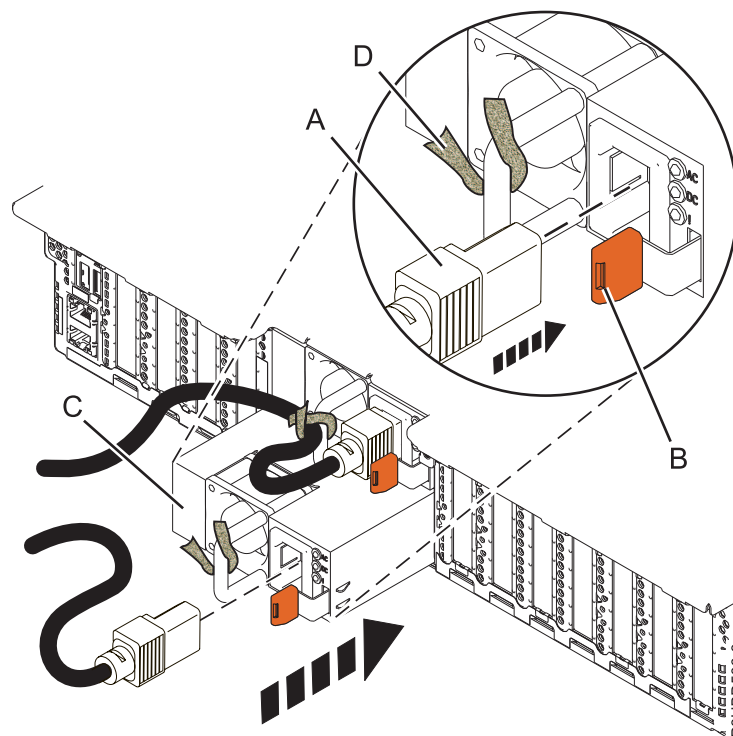

Figura 11. Substituir uma fonte de alimentação no sistema
3. Alinhe a fonte de alimentação (C) com o compartimento e faça deslizar a fonte de alimentação para o sistema até o trinco de cor terracota (B) fique fixado, tal como é demonstrado em Figura 11 na página 15.
4. Ligar o cabo de alimentação (A) à fonte de alimentação (C), tal como é demonstrado em Figura 11.
5. Utilizar a presilha (D) e ligar o cabo de alimentação à pega da fonte de alimentação, tal como é demonstrado em Figura 11.